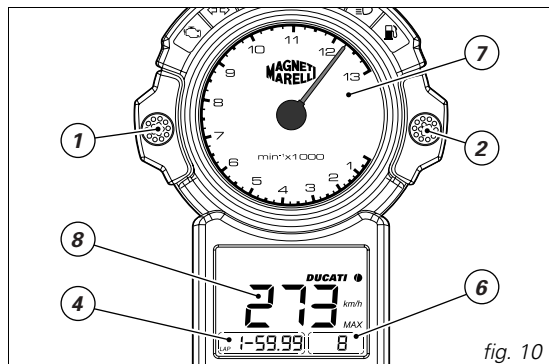

fig. 10
Selezionare la visualizzazione LAP nel display (4, fig. 10).
Al termine dei rilevamenti cronometrici dei tempi sui giri è possibile visualizzare 19 misurazioni memorizzate nell'LCD. Dopo aver spento il veicolo, premere il pulsante (2, fig. 10) e portare l'interruttore a chiave da OFF a ON per entrare nella Funzione.
- indicatore del numero di giri massimo del motore (7, fig. 10) nel rilevamento cronometrico selezionato;
- rilevamento cronometrato memorizzato del tempo sul giro (4, fig. 10);
- dato memorizzato della velocità massima (8, fig. 10) nel rilevamento cronometrico selezionato.
Per resettare le rilevazioni cronometriche premere il pulsante (2, fig. 10) per più di 5 secondi.